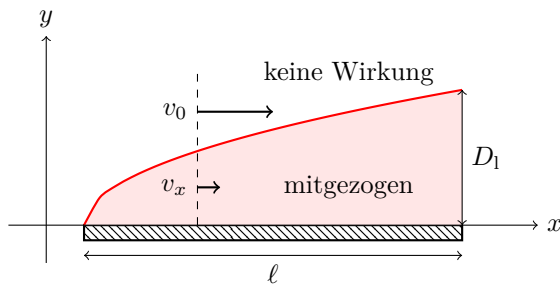

Abbildung 2: Laminare Grenzschicht für eine Platte in einem Strömungsfeld mit Geschwindigkeit  $v_0$ , und  $\ell \gg D_1$ .
**Definition 3.6.** PRANDTL'SCHE GRENZSCHICHT  $D_1$  ist die Dicke der Schicht in unmittelbarer Nähe einer Oberfläche mit Länge  $\ell$  an ein Fluid, der vorbeiströmt, der mitgezogen wird. Siehe Abb. 2.